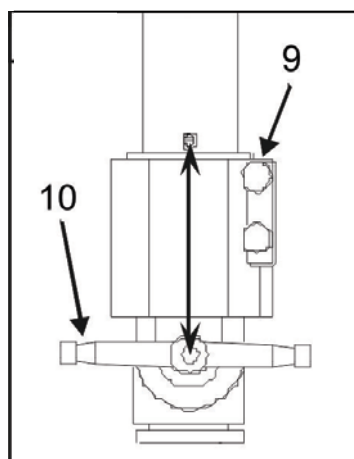

Fig. 7
- C) Para reposicionar o motor afrouxe os seus 4 parafusos de fixação (ver fig 7).
- Proceda à montagem do alimentador no braço (Fig. 7). Aperte os dois parafusos (9). Certifique-se de que: O centro do manípulo (10) está alinhado com o centro do braço de sustentação. (Veja fig. 7).